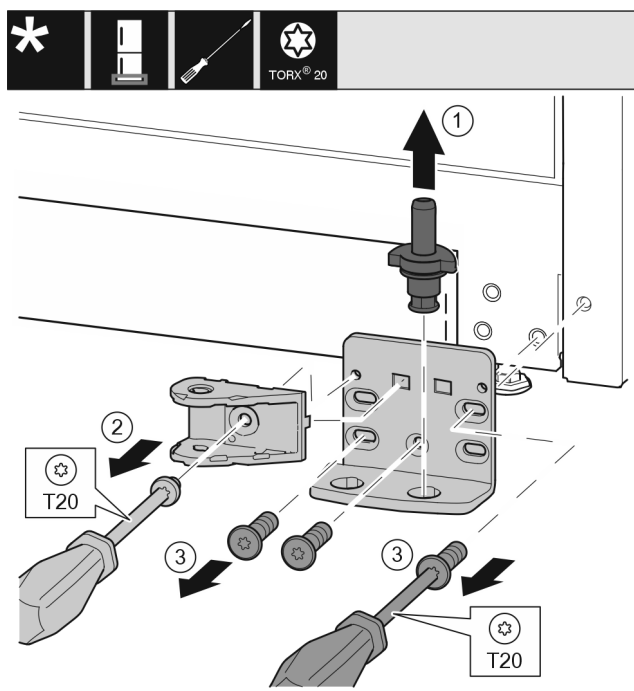

Fig. 23
- ▶ Ložiskový čep celý vytáhněte nahoru. Fig. 23 (1)
- ▶ Šroubovákem T20 vyšroubujte šroub a odeberte spojení tlumiče zavírání. Fig. 23 (2)
- ▶ Šroubovákem T20 vyšroubujte šrouby a odeberte stojan ložiska. Fig. 23 (3)